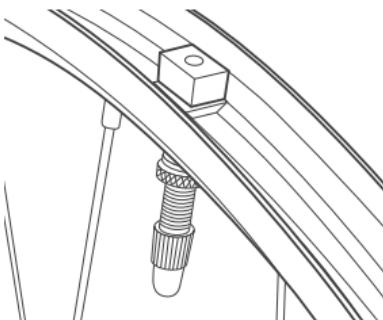

Abb. 3. Korrekte Ausrichtung. Die abgeflachten Seiten des Ventils sind parallel zur Felgenwand ausgerichtet.
5. Richten Sie die abgeflachten Seiten des Ventilfußes parallel zur Felge aus (Abb. 3 & 4).